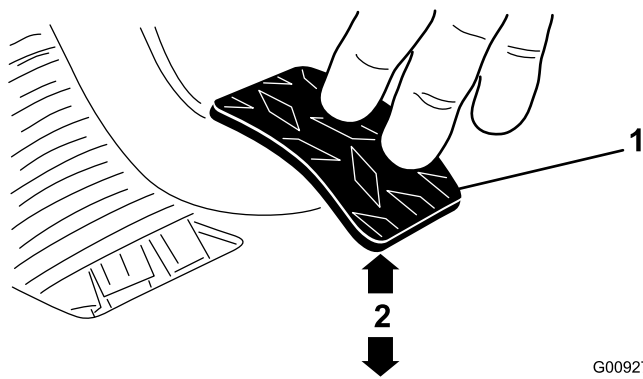

Figura 62
3. Ajuste las contratuercas o la articulación esférica hasta que el borde trasero del pedal del embrague esté a 9,2–9,8 cm del borde superior del dibujo a rombos de la chapa de suelo al aplicar una fuerza de 1,8 kg al pedal (Figura 62).